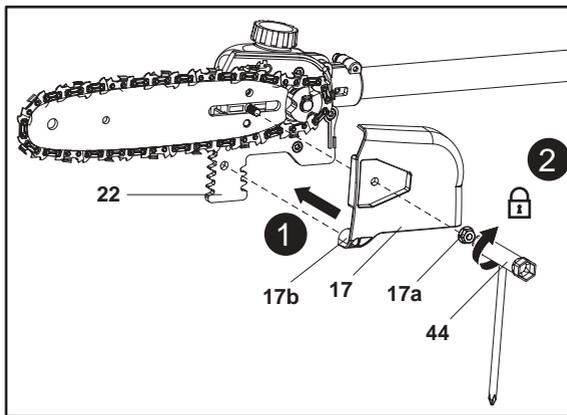

Fig. 13
9. Vuelva a instalar la cubierta de la podadora (17) y apriete un poco la tuerca de bloqueo (17a) hacia la derecha (Fig. 13). Asegúrese de que la espiga (17b) está correctamente acoplada en el orificio del paragolpes con púas (22). No apriete la tuerca de bloqueo (17a) completamente; primero es necesario tensar la cadena.